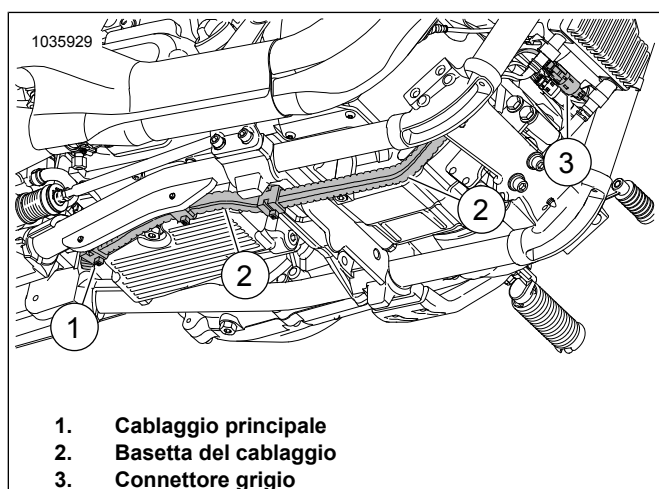

Figura 43. Bassetta del cablaggio
12. Vedere Figura 43. Disporre il connettore del cablaggio grigio al di fuori della parte posteriore del vano della batteria:
- individuare il cablaggio principale (1) diretto verso la bassetta del cablaggio (2).
- Abbinare i connettori per colore (3): grigio con grigio.
- Fissare il cablaggio al lato interno della bassetta del cablaggio (2) usando fascette fermacavi secondo necessità.